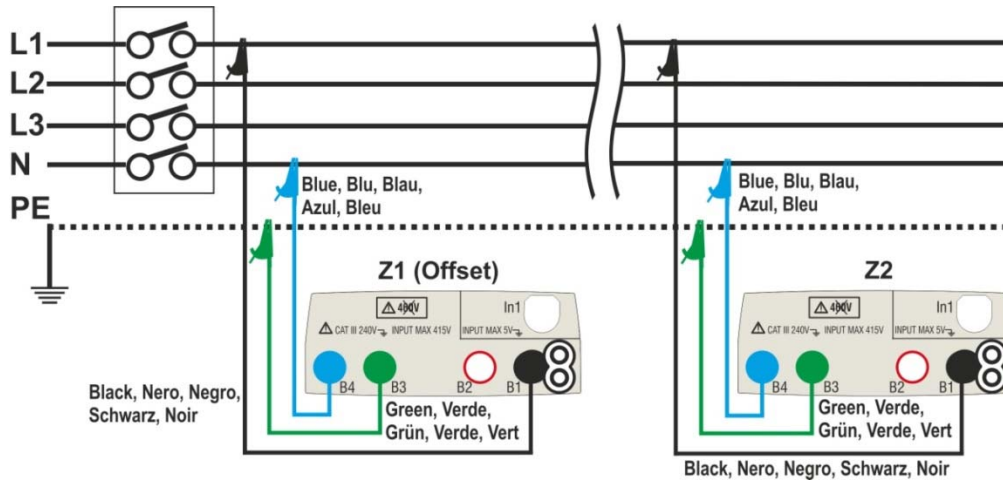

Abb. 29: Verbindung des Gerätes für die Messung des Spannungsfalls in L-N Modus
6. Gehen Sie zum Punkt 9 falls Sie den Z1 (Offset) Wert manuell eingegeben haben. **Falls Sie den Z1 (Offset) Wert NICHT manuell eingegeben haben**, schließen Sie das Gerät an den Anfangspunkt der zu messenden Leitung (typisch nach der Schutzeinrichtung oder Hauptanschlusskasten) in Einklang mit Abb. 29 oder Abb. 30 zur Durchführung der ersten **Z1 (Offset)** Impedanzmessung. In diesem Fall wird das Gerät die Impedanz vor dem Anfangspunkt der Leitung messen, und sie als Anfangsbezugswert betrachten. Die folgende Bildschirmseite (der L-L Messung) erscheint im Display
9. Schließen Sie das Gerät an den Endpunkt der zu messenden Leitung in Einklang mit Abb. 29 oder Abb. 30, um die Impedanzmessung **Z2** am Ende der Leitung durchzuführen. Der hier nebenstehende Bildschirm erscheint im Display. Beachten Sie, dass im Display der vorher gemessene Z1 (Offset) Wert angezeigt wird